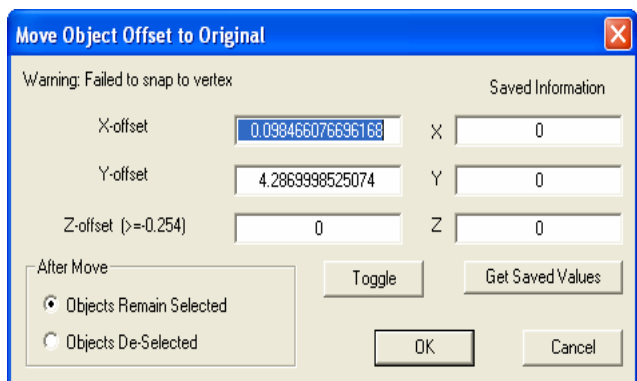

Рис. 24
5. Выберите в меню Edit>Move Objects и переместите топологию в начало координат. В открывшемся окне рис. 24 нажмите OK.